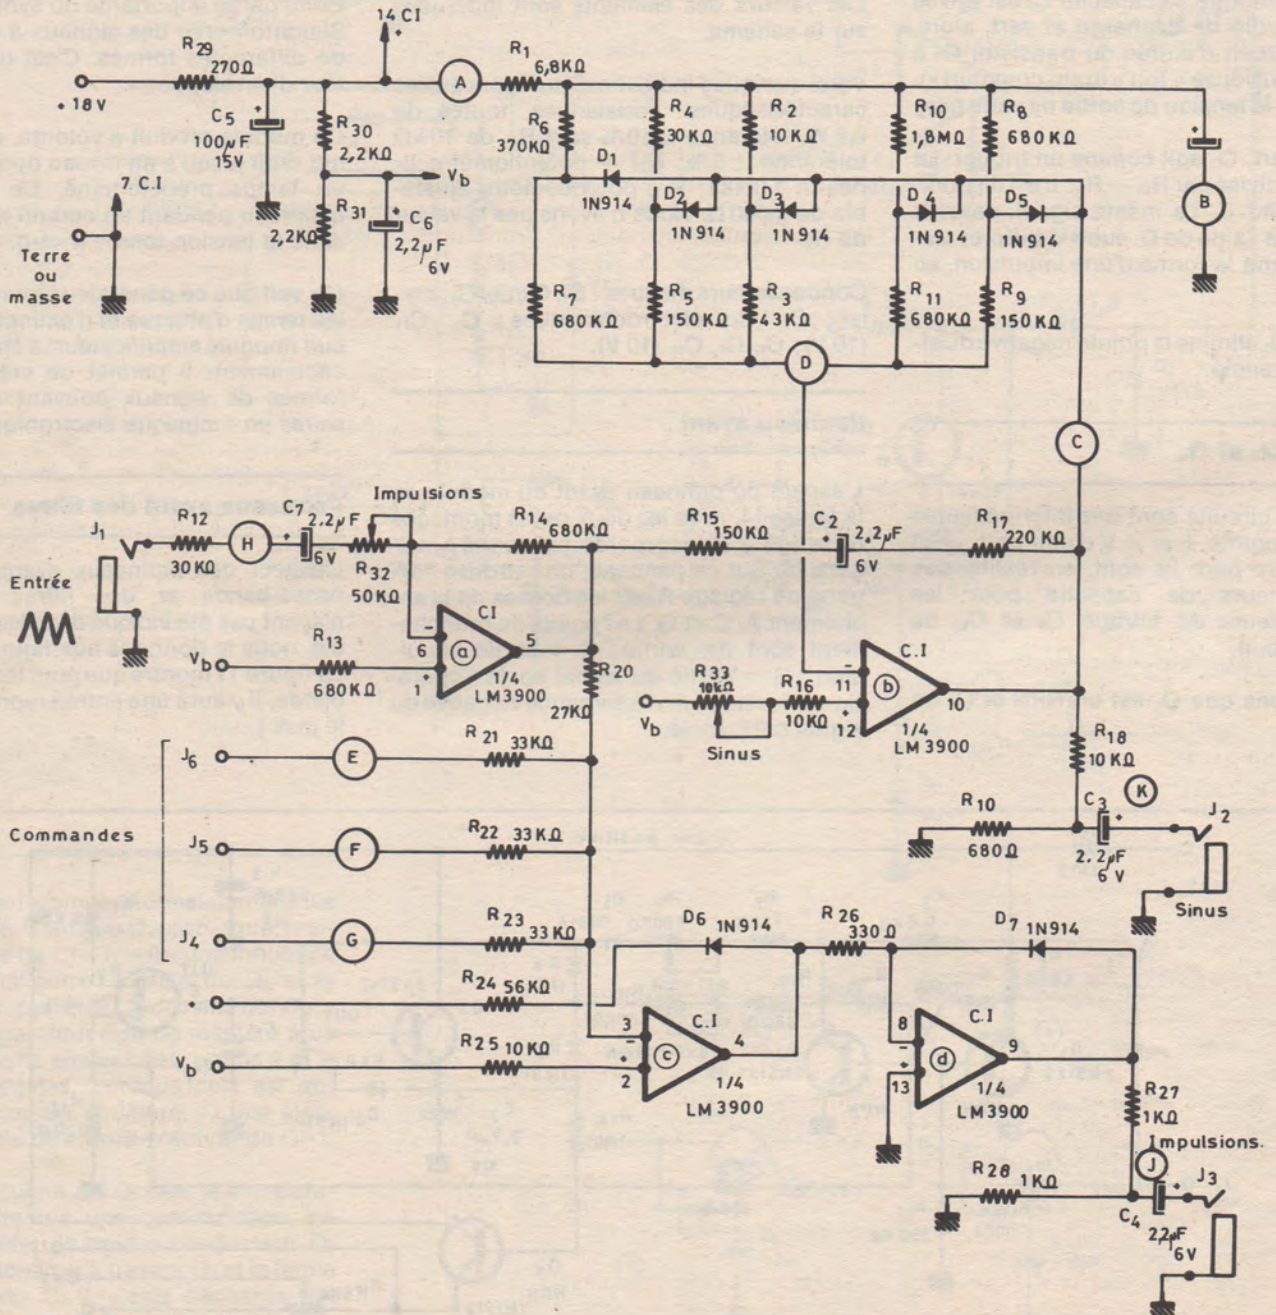

Figure 21
Le dernier module proposé par Simonton, dans la description de son synthétiseur est le modulateur à impulsions dont le schéma est donné à la figure 21.
Sur le schéma de la figure 21, les points d'alimentation sont visibles en haut et à gauche : (7) CI = broche 7, à la masse, et (14) CI = broche 14. Remarquons que le CI est alimenté à partir du point +18 V de l'alimentation générale du synthétiseur
A partir du point (A), qui coïncide avec le 14 du CI, on a obtenu une autre tension continue V_b , réduite et filtrée par R_{30} - R_{11} et C_6 . Le point V_b apparaît plusieurs fois sur le schéma et il va de soi que tous ces points devront être réunis pour constituer une ligne de tension V_b . Le montage de la figure 21 est à commande par tension. Les tensions de commande sont applicables aux points J_4 , J_5 , J_6 .
Grâce à ce module on peut, à partir d'une tension triangulaire, appliquée à l'entrée J_1 , obtenir une tension sinusoïdale à la sortie J_2 et une tension à impulsions en J_3 (voir figure 21).